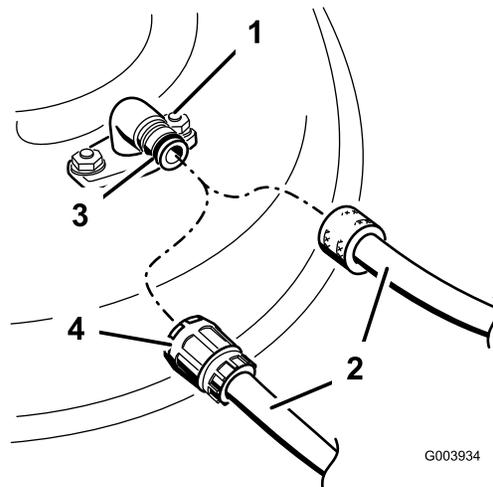

Figure 49
- Branchez le raccord du flexible au raccord de lavage du carter de tondeuse et ouvrez l'eau en grand (Figure 49).